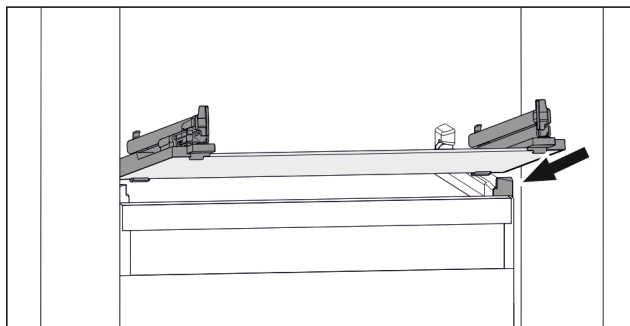

Fig. 75 Příklad znázornění skleněné desky
- ▶ Nasadte skleněnou desku šikmo za zářezky. (viz Fig. 75)